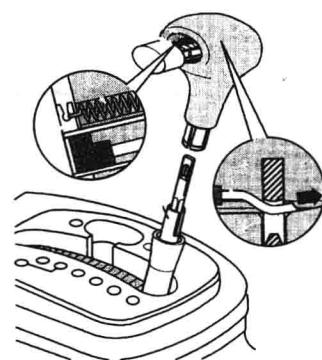

图 1-2 选挡手柄
(1) 换挡杆手柄,如图 1-2 所示:
- ① 将换挡杆放在 _____ 挡的位置。
- ② 将套管 _____ 向下推至 _____。
- ③ 将键 _____ 小心的从换挡杆的手柄中抽出距离 _____ ,使其通过卡口。
- ④ 这样拉力杠杆 _____ 就可以从拉杆 _____ 的孔中抽出。
- ⑤ 距离 _____ 对应的是吊环 _____ 和拉力弹簧 _____ 的总长。
- ⑥ 弹簧不可以过度 _____ ,也就是说不可以使劲往外拽。
- ⑦ 同时将手柄 _____ 从换挡杆 _____ 上抽下。